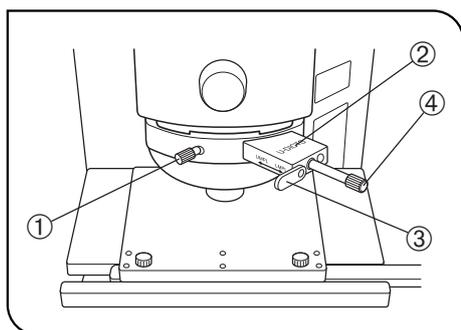

Fig. 7
## 2 Réglage de la glissière DIC (Fig. 7)
(Fig. 7)
1. Réglez le contraste de fond en actionnant la molette de positionnement du prisme située sur la glissière DIC selon la manière décrite ci-après. (Fig. 7)